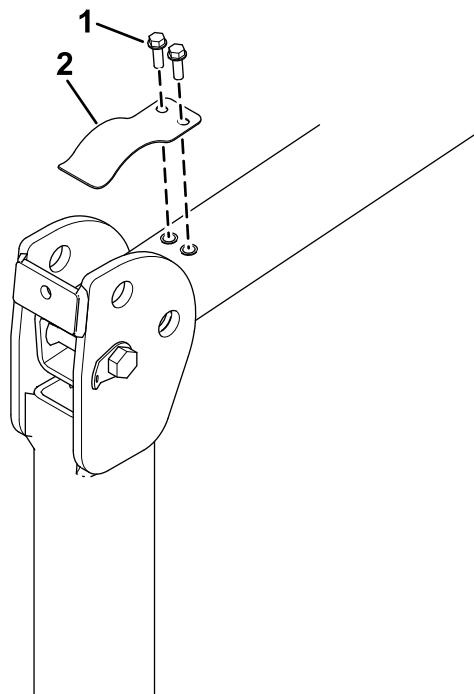

Figura 15
1. Con il roll bar in posizione abbassata, rimuovete le molle a balestra antirumore (Figura 15) da ciascun lato del roll bar.